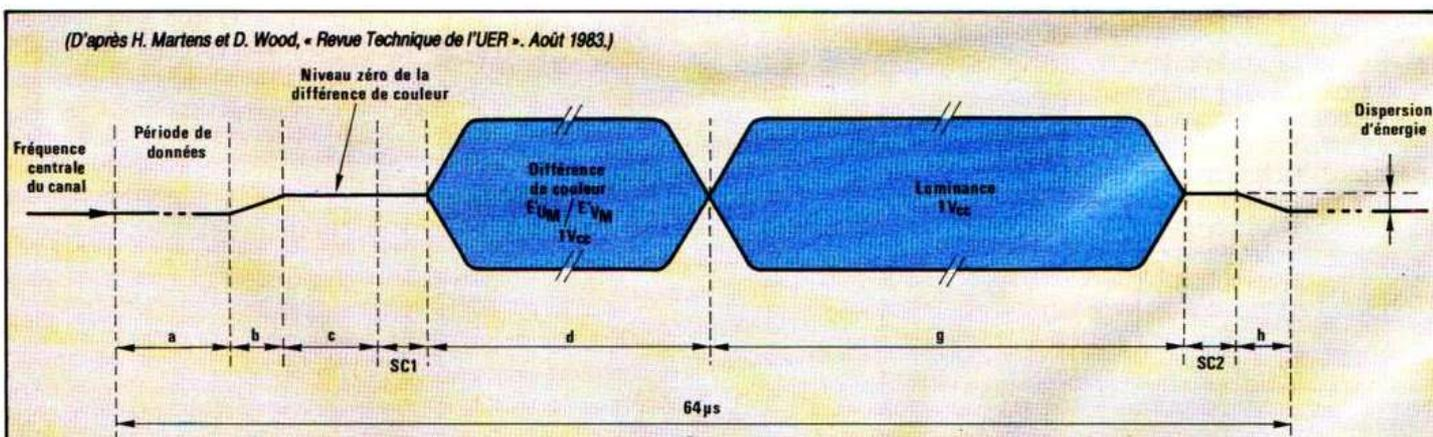

FIGURE 3. – Forme normale du signal en multiplexage C-MAC sur une ligne de balayage (non à l'échelle).
simple et transmises séquentiellement ligne par ligne, ce qui élimine les effets de diaphotie inhérents aux systèmes PAL et SECAM (1) (3). (Le signal luminance est compressé dans un rapport 3/2, alors que les signaux de différence de couleur sont compressés dans un rapport 3/1.) (fig. 3). Comme le remarque D. Pommier (2) : le système C-MAC-Paquets de l'UER fut le premier à abandonner la voie biunivoque entre voie radioélectrique et services transmis (3). La représentation du signal par une succession d'échantillons liés à une horloge commune aux parties numériques et analogiques permet la diffusion, de façon variable, d'un ensemble de plusieurs services multiplexés dans le temps. Le multiplexage des signaux